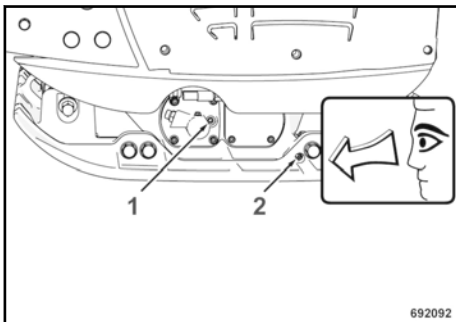

Fig. 49
Desenroscar el tornillo de aireación (1) ↗ Fig. 49.